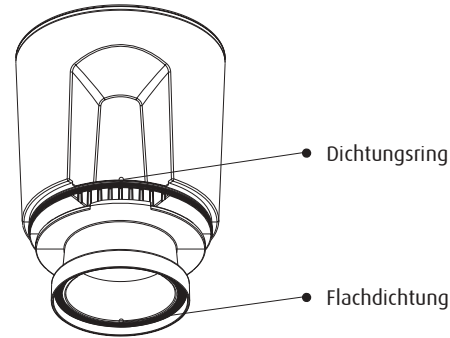

Abb. 6: Schaumbehälter – O-Ring und Flachdichtung
1. Überprüfen Sie zuerst, ob die Flachdichtung und der Dichtungsring korrekt auf dem Schaumbehälter sitzen (Abb. 6).